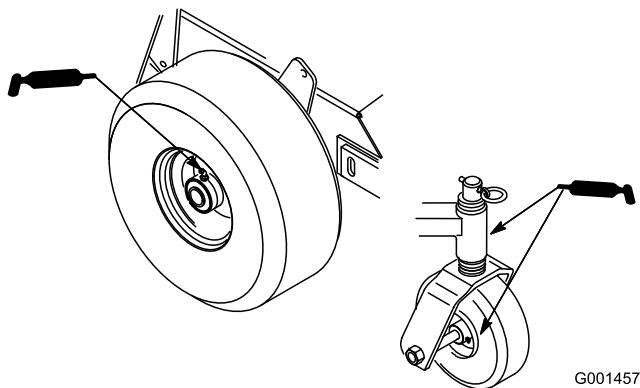

Figure 21
1. Lubrifiez les roulements des roues avant ainsi que les fusées avant (Figure 21).
2. Graissez les roulements des roues motrices (Figure 21).